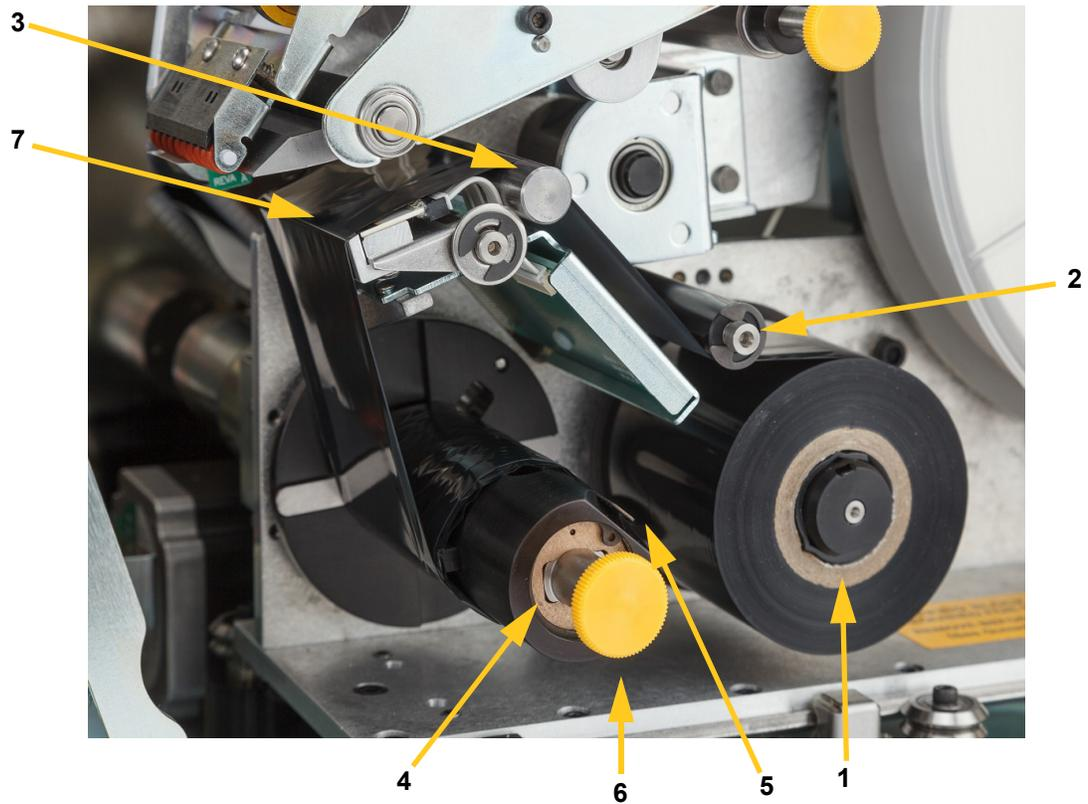

Abbildung 4-4. Bestandteile des Farbbandpfads
5. Fädeln Sie das Farbband unter der Führungsrolle hindurch und über die Führungsschiene und den Druckkopf. Siehe Abbildung 4-4 auf Seite 23.